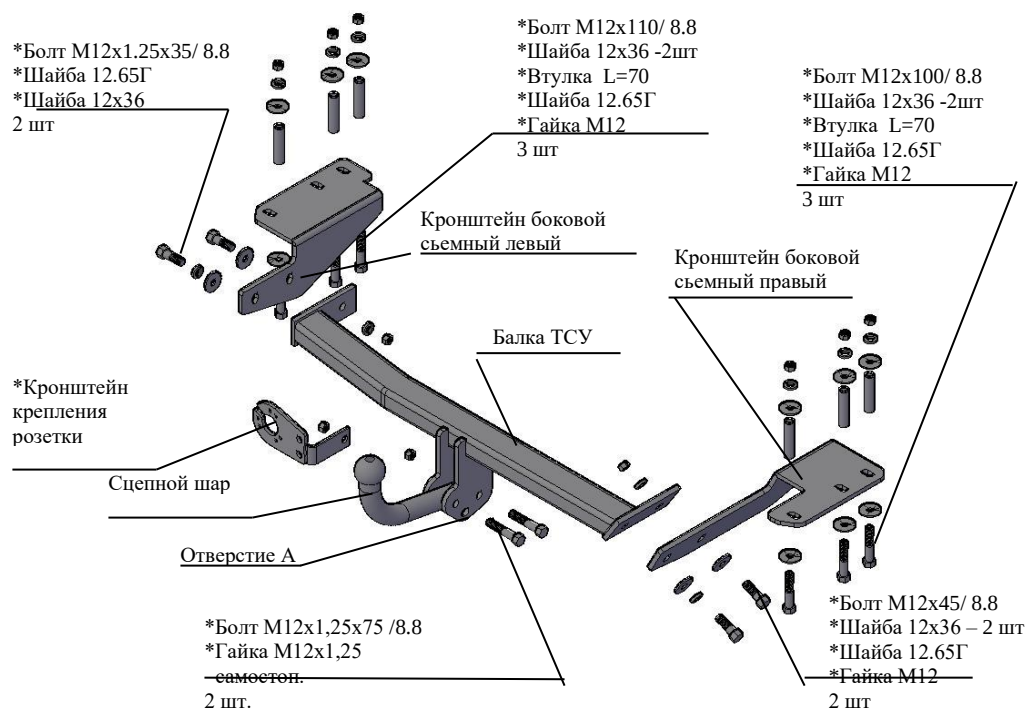

Рис.1 Тягово-сцепное устройство 8121.
2.1 ТСУ 8121 в сборе (рис.1)	1 шт.
2.2 Пакет с комплектующими (см. рис.1)	1 шт.
4.3 Совместить штатные отверстия в нижних полках лонжеронов с двумя отверстиями кронштейнов, разметить третьи отверстия, просверлить отверстия ф13 в багажный отсек, рассверлить отверстия ф13 (только нижнюю полку лонжеронов) до ф16, установить дистанционные втулки. Установить боковые кронштейны ТСУ к нижним полкам лонжеронов а/м (правый и левый соответственно рис.1), закрепив болтами М12х110 (справа - болтами М12х100) и гайками М12, подложив шайбы 12х36 и шайбы 12.65Г соответственно рис.1. Крепеж не затягивать.